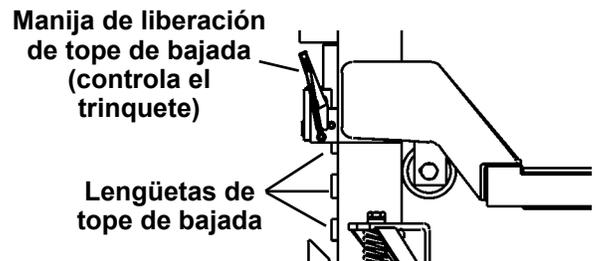

Figura 6
3. Verifique que los trinquetes de tope de bajada enganchen con las lengüetas de tope de bajada **A LA MISMA ALTURA** en cada brazo de elevación. Utilice la unidad de control de aire para ajustar el nivel del vehículo, si fuera necesario. Figura 6.
10. Verifique que los trinquetes de tope de bajada estén enganchados de manera segura en las lengüetas de tope de bajada de cada brazo de elevación y que el eje de elevación esté nivelado. Consulte la Figura 6.